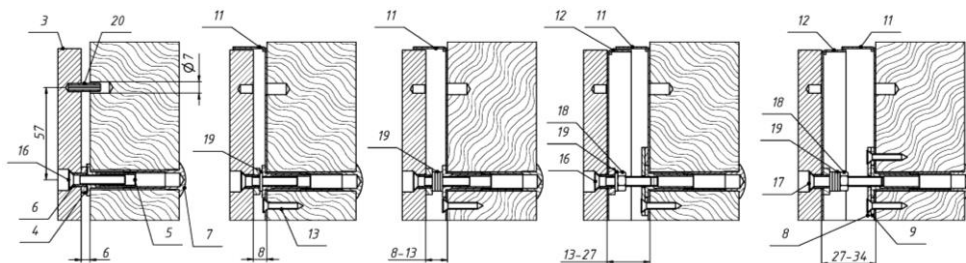

Рисунок 7
5.7 При расстоянии от якоря до полотна двери 6 мм (рисунок 7) необходимо сверлить отверстие под штифт $\varnothing 7$ мм. Для других размеров фиксация от поворота якоря осуществляется кожухом (11), фиксированным саморезами (13).